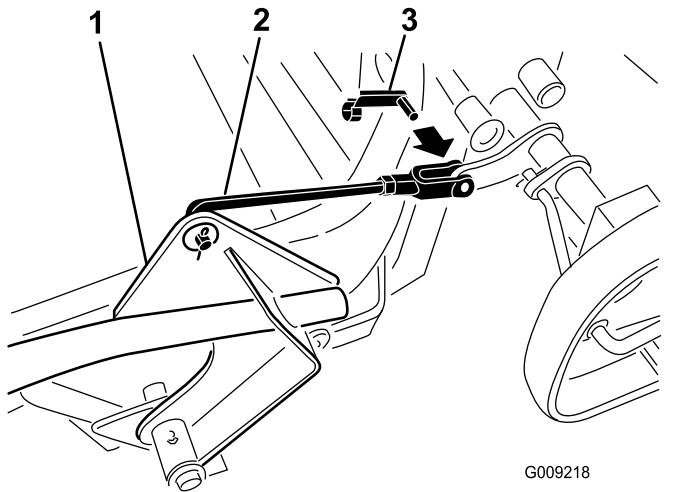

Figura 10
1. Enlevez l'axe de chape élastique du système de ramassage (voir Figura 10).
6. Faites pivoter la tringlerie de la poignée du système de ramassage vers le haut et fixez-la avec un axe de chape élastique (Figura 10).